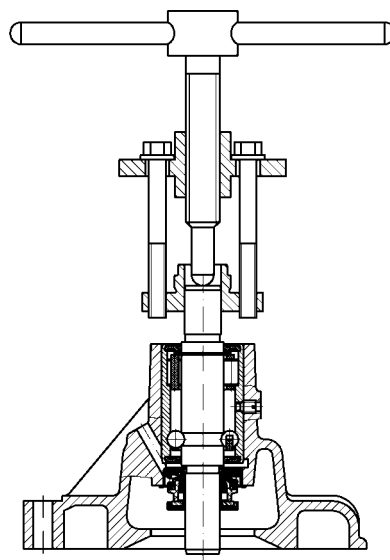

Рис. 133. Снятие ступицы
- с помощью специального приспособления снять ступицу шкива насоса (рис. 133);